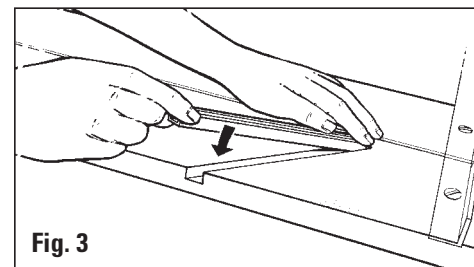

Fig. 3
1. Insérez chaque profilé en aluminium de guidage dans les fentes du support avec les bords arrondis du côté du rail de guidage. Insérez les quatre petites vis à profilé du rail de guidage à partir du dessous du support et serrez. **Fig. 3**
1. Drücken Sie jeden Aluminium-Passepartout-Führungskanal in die Plattenschlitze, wobei das abgerundete Ende zur Führungsschiene hin zeigt. Stecken Sie die vier kleinen Führungsschienen-Kanalschrauben von der UNTERSEITE der Platte ein und ziehen Sie sie fest. **Abb. 3**
1. Presione cada canal de aluminio de la guía de lámina perimétrica dentro de las ranuras del tablero con el extremo redondeado hacia el Carril Guía. Inserte los cuatro tornillos pequeños del canal del carril guía desde la SUPERFICIE INFERIOR del tablero y apriete. **Fig. 3**
1. Introdurre ciascun canale di guida del passepartout in alluminio nelle scanalature del pannello con l'estremità arrotondata rivolta alla rotaia di guida. Inserire le quattro piccole viti del canale della rotaia di guida dalla PARTE INFERIORE del pannello e serrare. **Fig. 3**